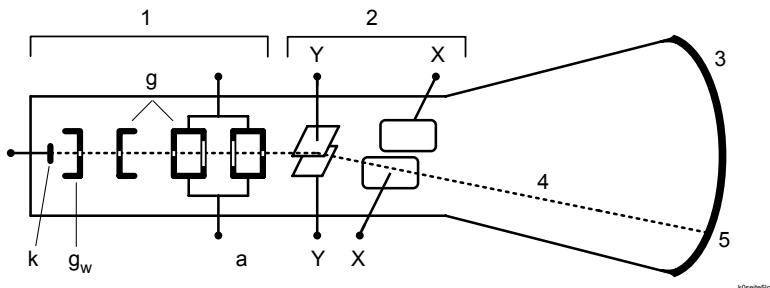

Abb. 0.4: Strahlerzeugungs- und Ablenkung in der Elektronenstrahlröhre
Hierbei handelt es sich um eine Spezialröhre, deren grundlegendes Prinzip das der Elektronenröhre ist, d.h. die aus der Kathode emittierten Elektronen werden durch das zwischen Kathode und Anode wirkende Feld in Richtung zur Anode hin beschleunigt. Durch ein entsprechendes Loch in der Anode wird ein Teil der Elektronen nicht von der Anode aufgefangen, sondern durch diese hindurchgeleitet. Danach wird der Elektronenstrom weiter fokussiert und beschleunigt. Aufgefangen wird der Strahl schließlich durch den Leuchtschirm. Außerdem kann der Strahl durch elektrostatische oder elektromagnetische Felder abgelenkt werden. Im einzelnen wird die Funktionsweise anhand von Abb. 0.4 erklärt.
Für Messzwecke werden überwiegend Elektronenstrahlröhren mit elektrostatischer Ablenkung verwendet. Diese Röhren enthalten nach Abb. 0.4 in einem hochevakuierten Glaskolben das
Strahlerzeugungssystem (1), die Ablenkelektroden (2) und den Bildschirm (3). Die von der Kathode emittierten Elektronen werden in ihrer Intensität durch eine negativ vorgespannte Zylinderelektrode, den als Steuergitter (g_w) wirkenden sogenannten Wehneltzylinder, gesteuert und in Richtung auf die an hoher Spannung liegenden zylindrischen Anoden (a) beschleunigt. Durch Zusammenwirken mit den ebenfalls zylindrischen Elektroden (g) kommt es zur Fokussierung des Elektronenstrahls, bei der die zwischen den Zylinder-Elektroden auftretenden elektrischen Felder den Elektronenstrahl ähnlich ablenken wie eine optische Sammellinse den Lichtstrahl. Man spricht daher hier von einer Elektronenlinse. Nach der Fokussierung wird der Elektronenstrahl durch elektrische oder magnetische Felder abgelenkt. Abb. 0.4 zeigt eine elektrostatische Ablenkung durch die elektrischen Felder der räumlich zueinander senkrecht angeordneten Ablenksysteme x und y.